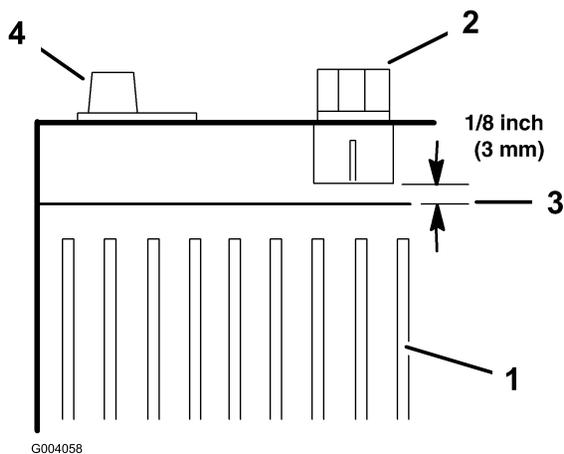

Figura 28
- Añada suficiente agua destilada para que el nivel de electrolito llegue a 3 mm por debajo del fondo de cada hueco de llenado (Figura 28).